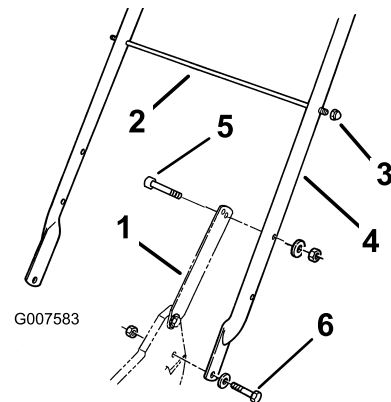

Figura 3
1. Fije el manillar al exterior de la carcasa del cortacésped (usando el taladro inferior) con 2 pernos (5/16 x 1-1/4 pulgadas), arandelas y contratuercas finas (5/16 pulgada) (Figura 3).
2. Fije los cierres del manillar al manillar con dos pernos (5/16 x 1-1/2 pulgadas), arandelas, y contratuercas (5/16 pulgada) (Figura 3).
- Deslice la varilla de soporte de la bolsa por el segundo (desde arriba) taladro de montaje de cada lado del manillar y fije cada extremo con una contratuerca de caperuza (Figura 3).